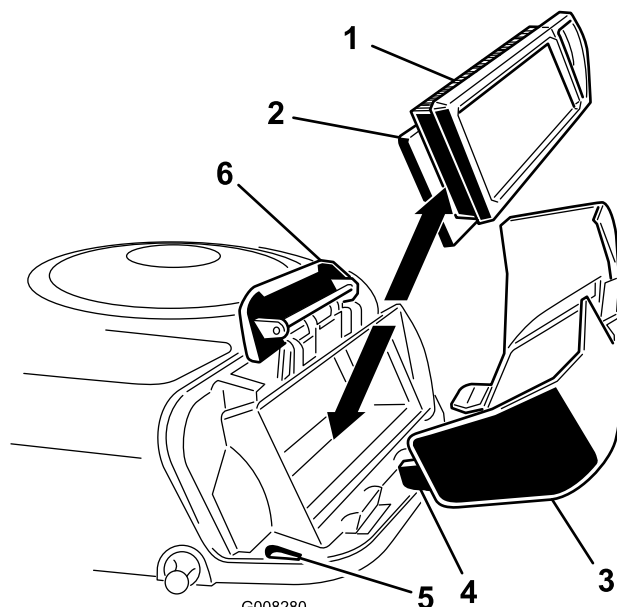

Figura 22
4. Estraiete con cautela l'elemento in schiuma sintetica e l'elemento di carta dal convogliatore (Figura 22).
2. Allineate le linguette del coperchio del filtro dell'aria con le fessure del convogliatore (Figura 22).